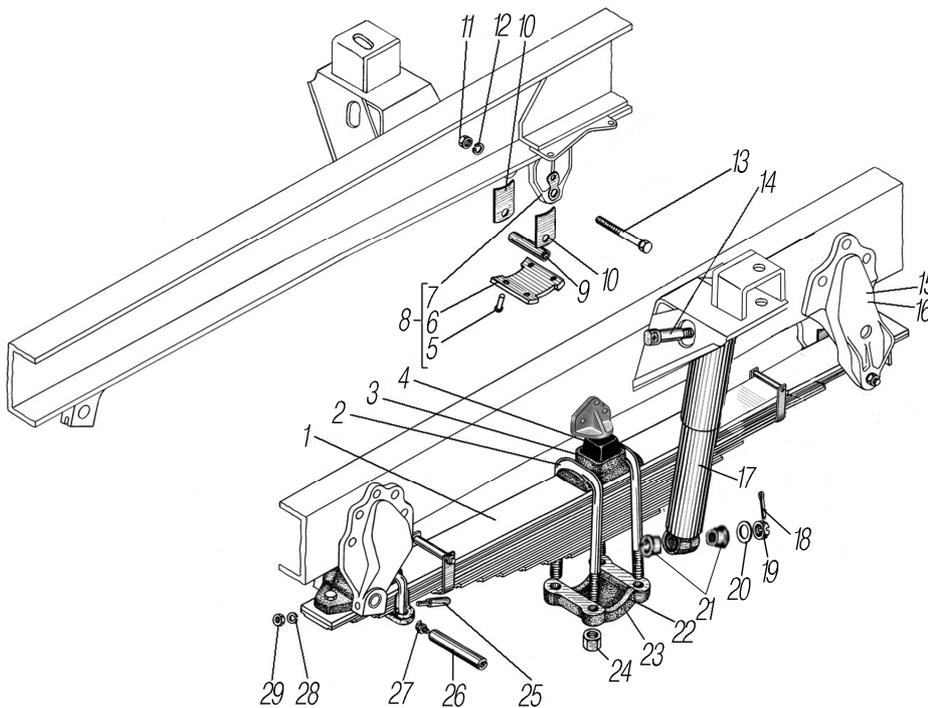

Рисунок 3.6
See figure 3.6
*⁶ См. рисунок 3.6